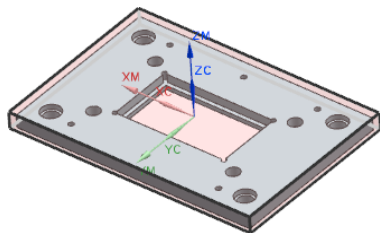

图 11.5 毛坯几何体
Step3. 单击“毛坯几何体”对话框中的  按钮, 系统返回到“铣削几何体”对话框, 完成图 11.5 所示毛坯几何体的创建。